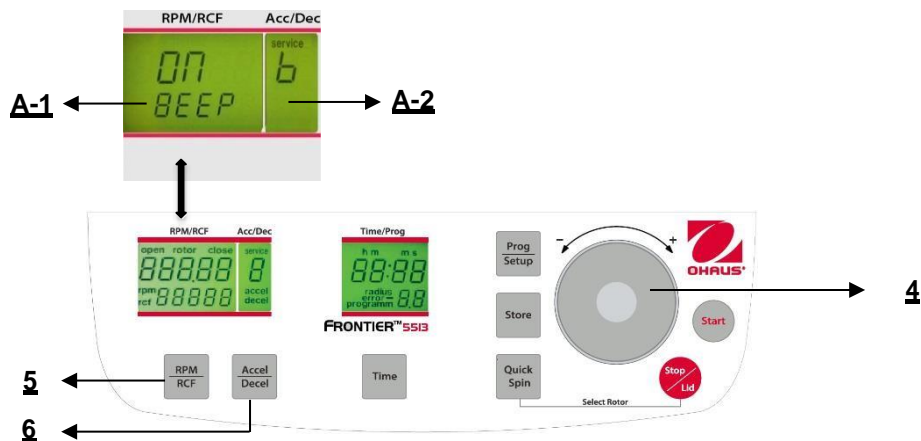

Figure. 30
Poursuivre conformément à la description du paragraphe 4.1.2 pour entrer dans ce mode de programme et appuyer ensuite sur la touche "**Accel/Decel**" (6). Sur l'affichage "**Acc/Dec**" (A-2), le mot "**Service**" clignote. Sélectionner maintenant la lettre "**B**" avec le cadran de réglage (4). Ceci entraîne l'apparition des mots "**ON/BEEP**" sur l'affichage "**RPM/RCF**" (A-1). Après avoir appuyé sur la touche "**RPM/RCF**" (5), l'utilisateur peut mettre le son du clavier sur Marche ou sur Arrêt avec le cadran de réglage (4). (voir la figure 30). Après avoir mémorisé les réglages (voir 4.1.2), vous pouvez revenir au mode de programmation normale en mettant hors tension la centrifugeuse pendant un court moment.